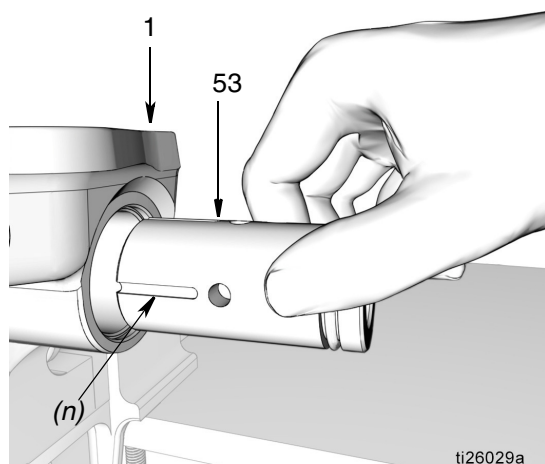

FIG. 42
- c. Installare la manica dell'elemento della pompa (53) nella base della stessa (1). Per determinare l'orientamento corretto per l'installazione, fare riferimento a FIG. 42.